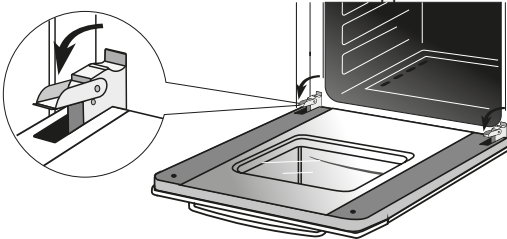

Рис.13
- поднимите и поверните до упора стопорные рычаги, расположенные на двух шарнирах (рис. 13);